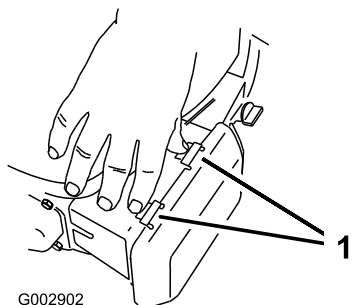

Figura 40
1. Presione hacia abajo los cierres de la parte superior de la tapa del limpiador de aire (Figura 40).